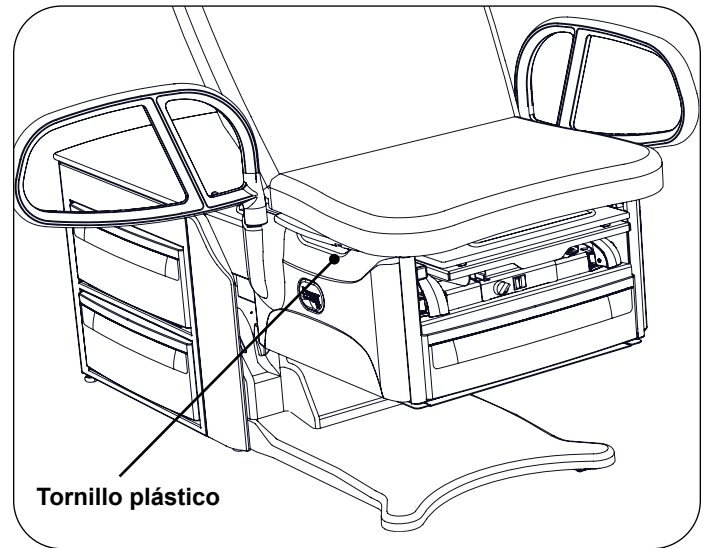

Figura 39. Ubicación del tornillo de detención de plástico blanco
2. Retire el tornillo de plástico blanco (Figura 39).